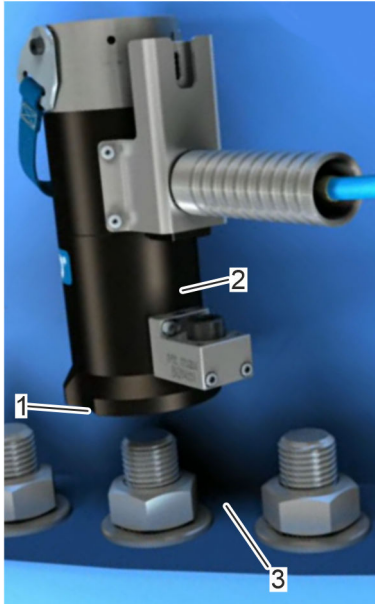

Fig. 24: Støtte
1. ➤ Rengør bærefladen (Fig. 24/3) og skruen.
2. ➤ Sæt spændecylinderen på. Sørg for, at bærefladen (Fig. 24/3) er lodret i forhold til skrueaksen.
- 2. ➤ Rengør bæreflader (Fig. 24/3) og skruen.